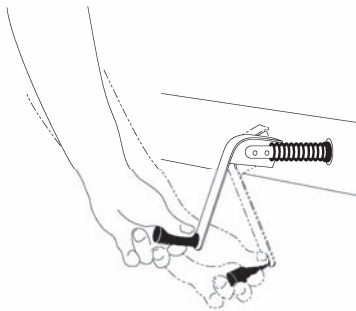

Figure 2.1A
- **Pour extraire une manivelle fixe de dessous le lit (Figure 2.1A) :**